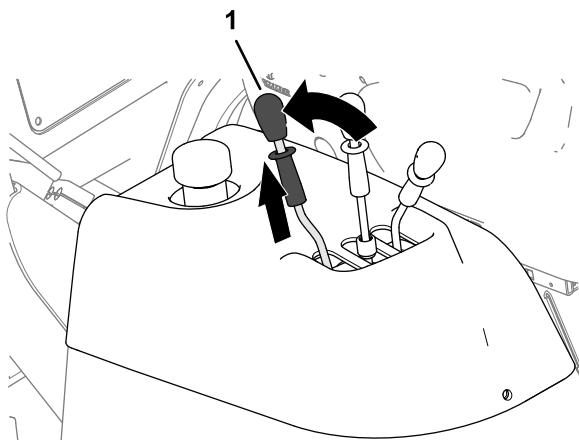

Figura 55
1. Fatevi aiutare da un'altra persona a tirare indietro e a trattenere la leva di scarico della tramoggia (Figura 55).